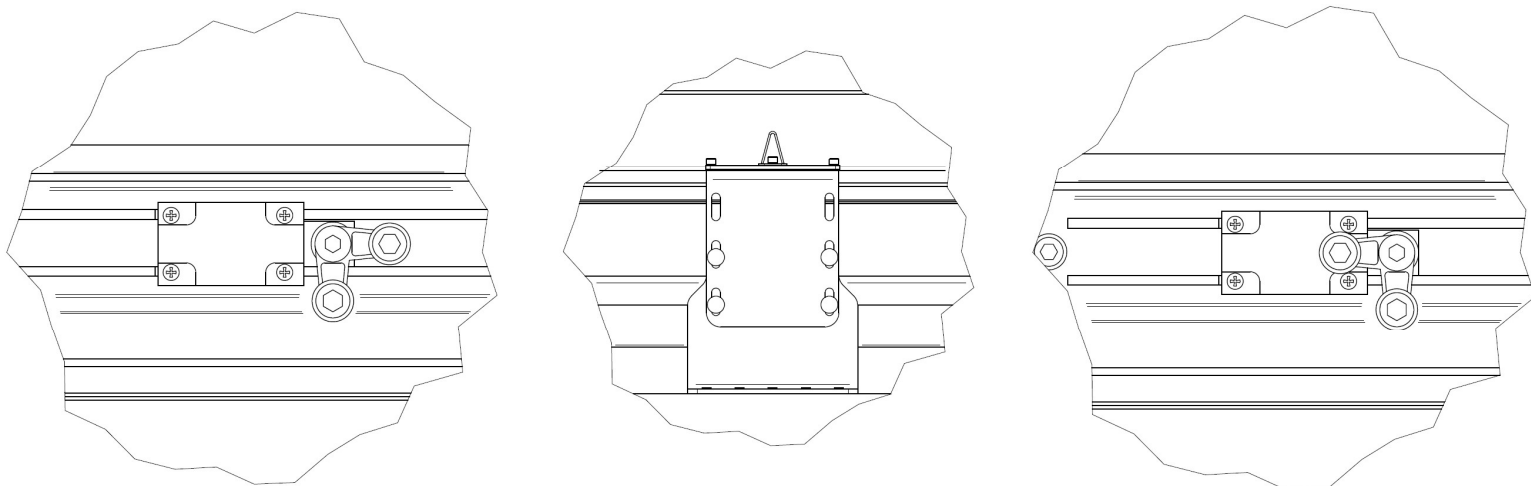

Рисунок 15
- 9.6 Вернуть концевик в положение на рис. 15.